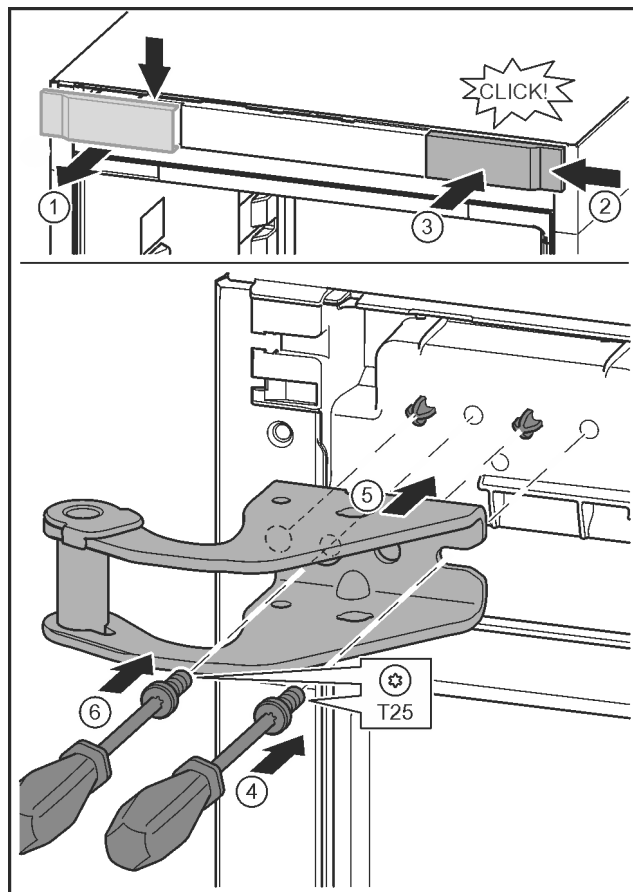

Fig. 13
- ▶ Uvoľnite kryt a odoberte ho z boku. Fig. 13 (1)
- ▶ Kryt zaveste na druhú stranu sprava otočený o 180°. Fig. 13 (2)
- ▶ Kryt zaklapnite. Fig. 13 (3)
- ▶ Skrutkovačom T25 nasadte skrutku. Fig. 13 (4)
- ▶ Nasadte hornú ložiskovú konzolu. Fig. 13 (5)
- ▶ Skrutku pevne zaskrutkujte. Fig. 13 (4)
- ▶ Skrutku nasadte a pevne zaskrutkujte skrutkovačom T25. Fig. 13 (6)